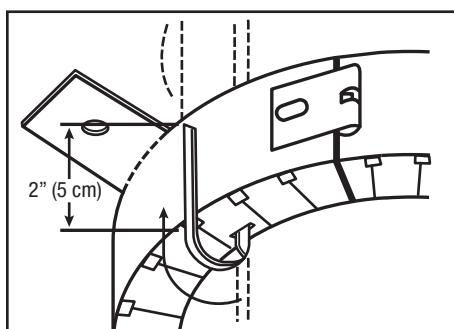

Figura 5: tire de las correas, deles media vuelta y dóblelas sobre el PPD.
- F. Tire de las correas de sujeción ultrarrápidas hacia abajo hasta que la pestaña con resorte toque el lado opuesto de la abertura. **Con unos alicates**, tire de la correa de sujeción unos 13 mm (1/2 pulg.) y, al mismo tiempo, dé media vuelta a la correa y luego dóblela sobre el cuerpo del PPD (Figura 5).
- G. La longitud de correa que sobre dependerá del espesor del sustrato (p. ej. yeso, muro ducto o bloques de hormigón vs. hormigón sólido). Puede cortar la parte que sobra de la correa si lo desea. Deben sobrar al menos 50 mm (2 pulg.) de la correa luego de doblarla sobre el cuerpo del PPD (Figura 5).